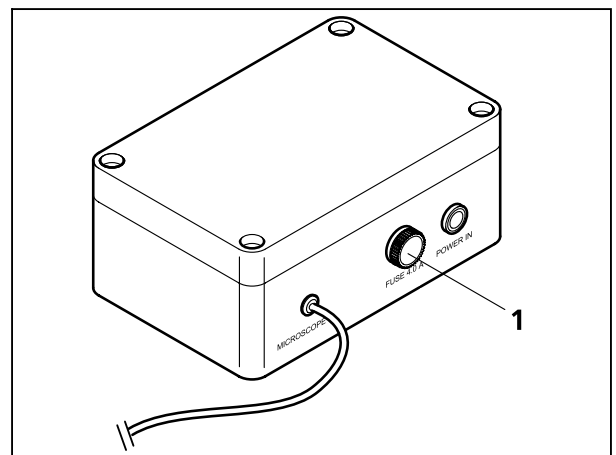

Figura 15 Fuente de alimentación con pilas, lado posterior
- Desenroscar el portafusibles (Figura 15/1) de la fuente de alimentación con pilas y cambiar el fusible defectuoso T4,0 A/H.